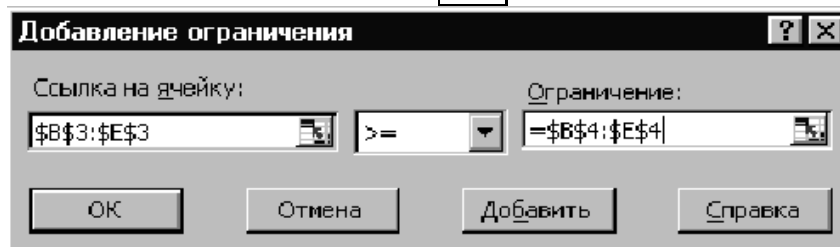

Рисунок 1.3 - Додавання умови від'ємності для змінних завдання
- для завдання граничних умов для допустимих значень змінних Натискають кнопку **Додати**, після чого з'явиться вікно "Додавання обмеження" (рис. 1.3).